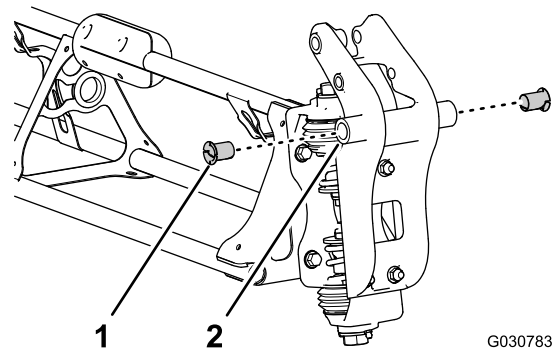

图120
2. 将尼龙凸缘轴套插入枢轴接头两侧的 31.8mm 孔中 图120。